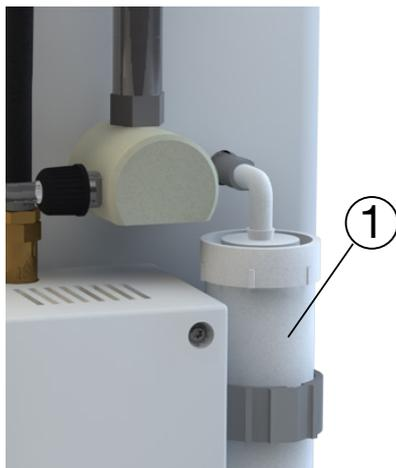

Fig. 5.2: Silenciador en la parte trasera del aparato
- Asegúrese de que el silenciador (① en la Fig. 5.2) está lleno de fibra de poliéster, e instálelo: